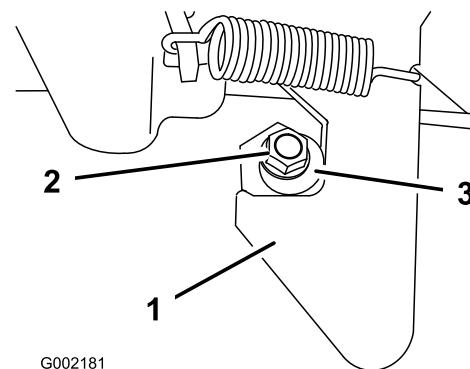

Figura 55
1. Afloje la contratuerca del extremo del tope del enganche (Figura 55).
2. Gire la clavija de enganche en sentido horario hasta que quede apretada contra la parte de gancho del enganche (Figura 55).